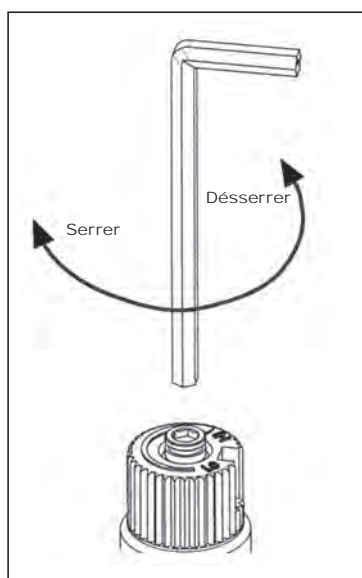

Figure 12: Retrait vis de soupape.
- d) Retournez la vis (voir figure 12).